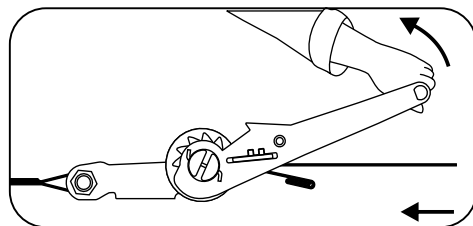

рис. 7
- Натяните рабочую ленту при помощи рычага натяжного устройства таким образом, чтобы устранить провисание ленты (рис. 7).